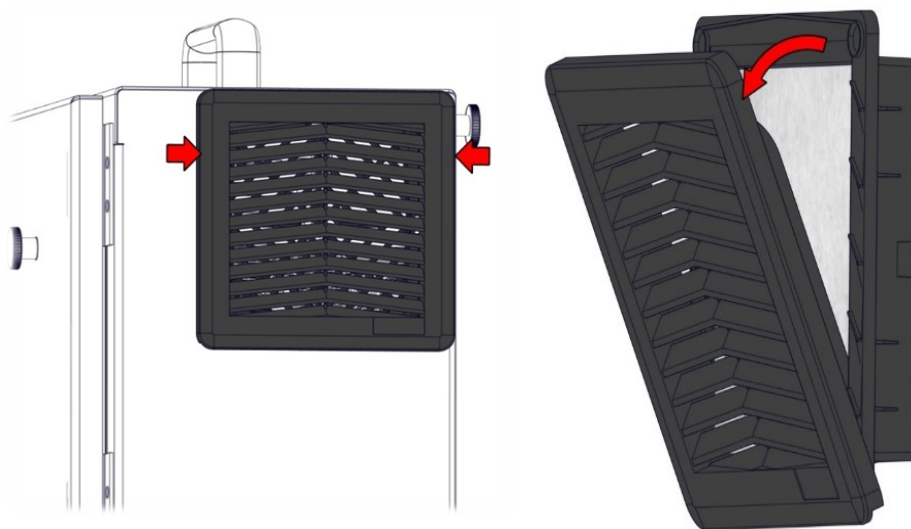

Figure 3.7. Vyměna filtrů ovládací jednotky.
1. Gently remove the outer plastic frame by pulling where the red arrows are, as shown in the images below in figure 3.7. Rám se vyklápá ven.